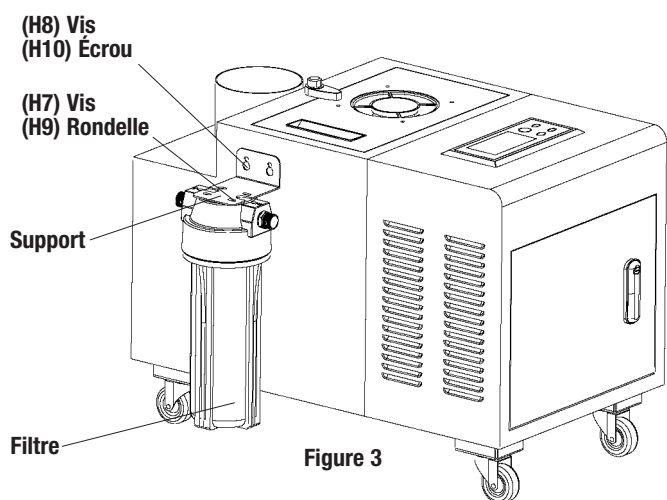

Figure 3
Installez le filtre à eau à l'aide du support de montage, comme illustré à la figure 3. Le filtre permet au système d'eau de l'humidificateur de fonctionner correctement et empêche les impuretés de l'eau de s'écouler dans l'appareil, bloquant l'électrovanne et obstruant le système.
- À l'aide des quatre vis fournies, fixez le filtre sous le support (Figure 3).